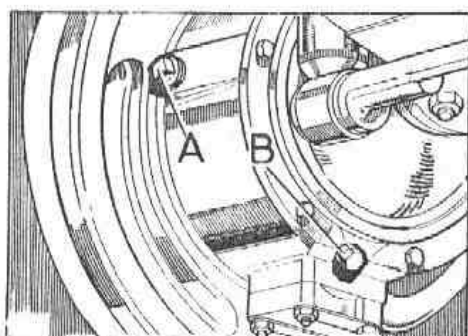

Fig. F-3 Tapones de llenado y vaciado
3.1.2. Retirar el tapón de vaciado, B (Fig. F-3) y dejar que salga todo el aceite, volviendo a colocar el tapón con su junta.
- 3.2.1. Quitar el tapón de nivel, A (Fig. F-3).